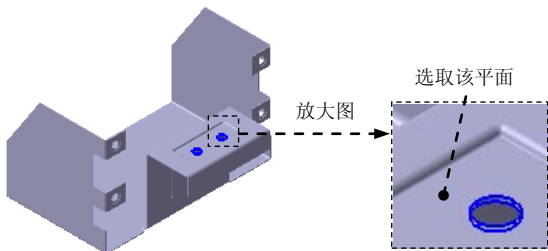

图 8.9.43 法向除料特征 6
(3) 定义凹坑属性。在命令条中单击按钮，单击“偏置尺寸”按钮，在“距离”文本框中输入值 1.5，单击按钮，在“倒圆”区域选中☒“包括倒圆 (C)”复选框，在“凸模半径”文本框中输入值 0.5，在“凹模半径”文本框中输入值 0.5；选中☒“包含凸模侧拐角半径 (A)”复选框，在“半径 (R)”文本框中输入值 1，单击按钮；定义其冲压方向向下，单击“轮廓代表凸模”按钮.
(4) 单击命令条中的按钮，完成特征的创建。
Step21. 创建图 8.9.43 所示的法向除料特征 6。
(1) 选择命令。在“主页”功能选项卡“钣金”工具栏中单击按钮，选择法向除料命令。
(2) 定义特征的截面草图。
① 选取草图平面。在系统的提示下，选取图 8.9.43 所示的模型表面为草图平面。